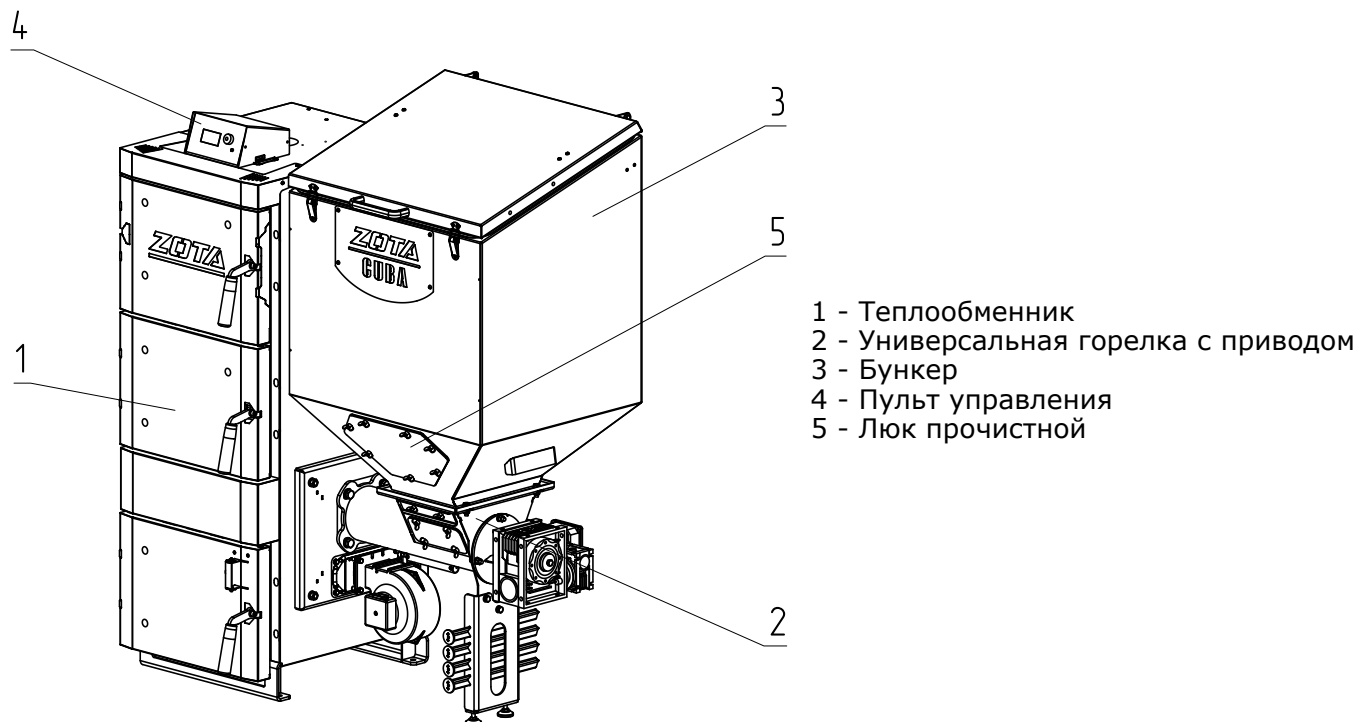

Рис.1 Котел ZOTA Cuba
5.1. Котел с автоматической подачей топлива ZOTA Cuba (Рис.1) состоит из теплообменника (Рис.1 поз.1), неповоротной ретортной горелки с механизмом подачи топлива (Рис.1 поз.2), топливного бункера (Рис.1 поз.3) и пульта управления (Рис.1 поз.4). В нижней части бункера расположен прочистной люк (Рис.1 поз.5).